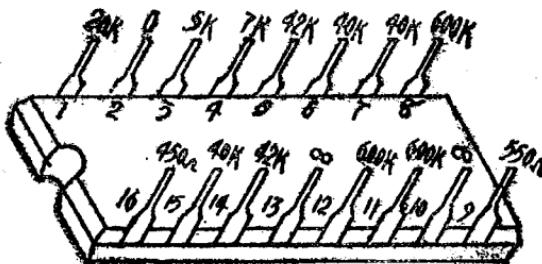

图12 AN366P开路电阻值
6. 开路电阻值（500型万用表1K档黑表笔接②脚），见图12